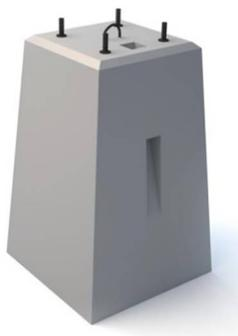

Рис. 1. Внешний вид фундамента.
1.7. Представляет собой железобетонный блок с закладным устройством (трубой) и закладными элементами (анкерными болтами) для крепления оборудования. Болты выступают над поверхностью блока на 100 мм (см. рис. 1).